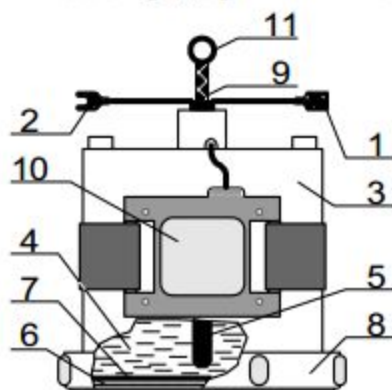

Рис. 1
4.1 Электрод (рис.1) состоит из пластмассового корпуса (3), заполненного электролитом (4), стержня из меди (5), соединенного проводником с наконечником (2), ионообменной мембраны (6), датчика потенциала (10), соединенного проводником с наконечником (1) и экранирующей оплетки с наконечником (11)\*.